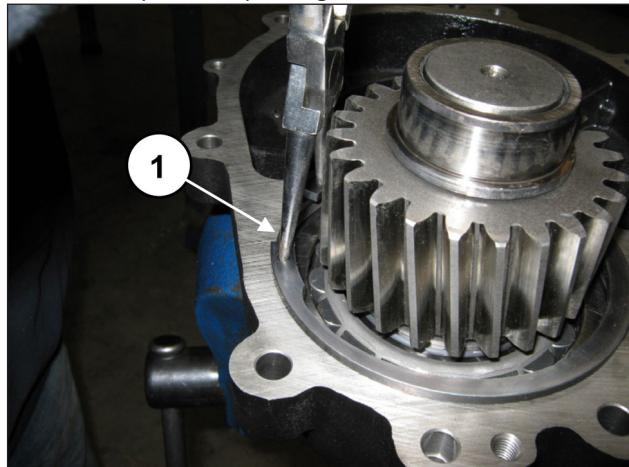

Fig. 88
Placer le circlip Ø120 (rep. ①, Fig. 88).